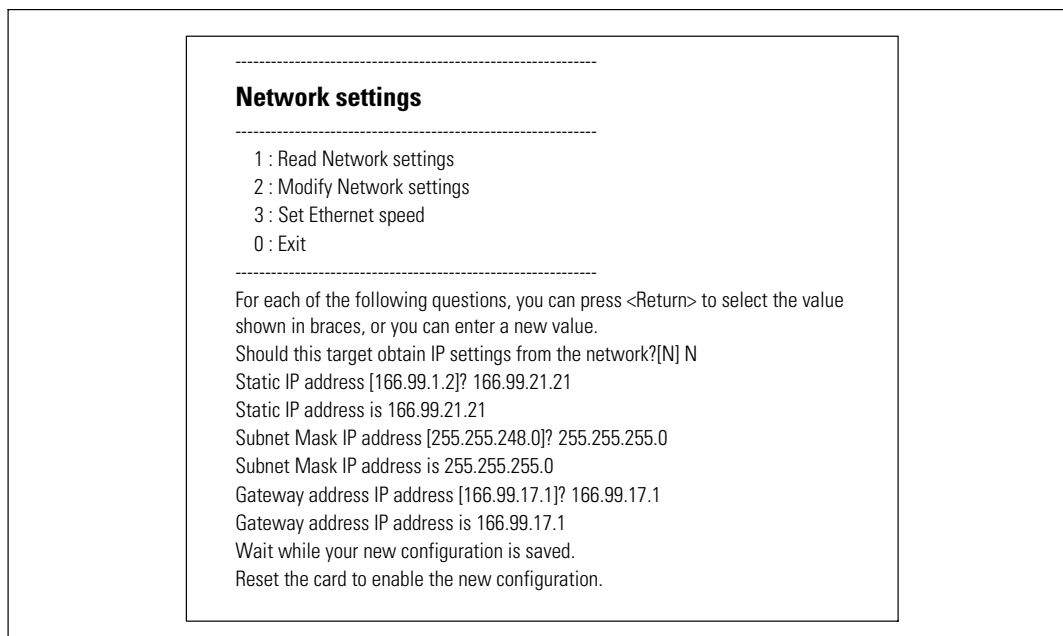

図 11. ネットワーク設定の変更
- 1 メインメニューから、**2**とタイプし、**Enter**を押します。ネットワーク設定を変更するには、**2**とタイプし、**Enter**をもう一度押します。ネットワーク設定メニューが表示されます（図 11を参照）。